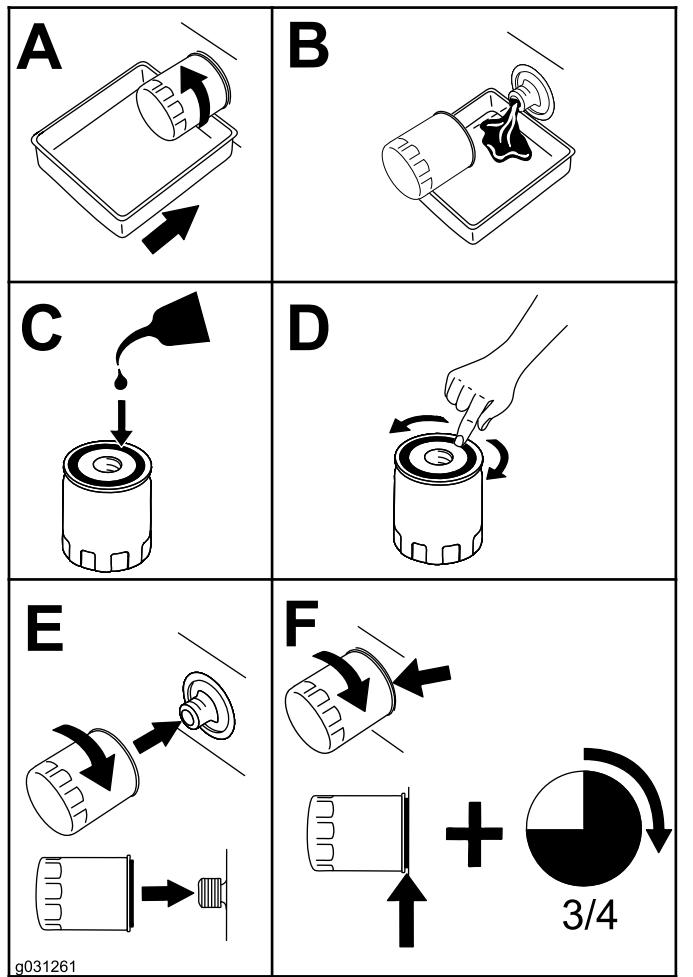

Figure 55
4. Remplacez le filtre à huile moteur comme montré à la Figure 55.